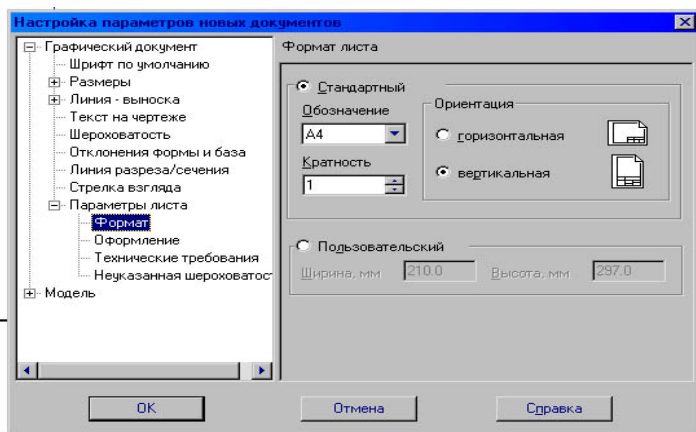

Рис.6
- Для изменения формата и вида штампа следует выбрать (рис.6):
3. В окне диалога «Настройка параметров новых документов» выбрать **Параметр листа** ⇨ **Формат** и установить параметры в **Формате листа** (рис. 6):